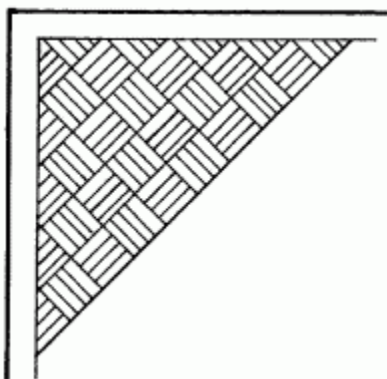

Рис. 32. Настил паркета развернутым квадратом.
– развернутый квадрат. Этот рисунок достаточно сложен и требует распилки большого количества планок на треугольники (рис. 32);